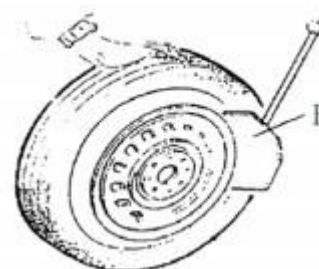

Fig 5
Veillez à faire évacuer complètement l'air du pneu, placez le pneu contre l'absorbeur de détalonnage (S). Amenez la palette contre le talon à environ 10 mm du bord de la jante illustrée Fig 5. Appuyez sur la pédale du d'étalonneur (U) pour enfoncer la palette dans le pneu. Répétez les opérations ci-dessus sur différentes positions autour du pneu et des deux côtés du pneu jusqu'à ce que le talon du pneu soit complètement libéré.